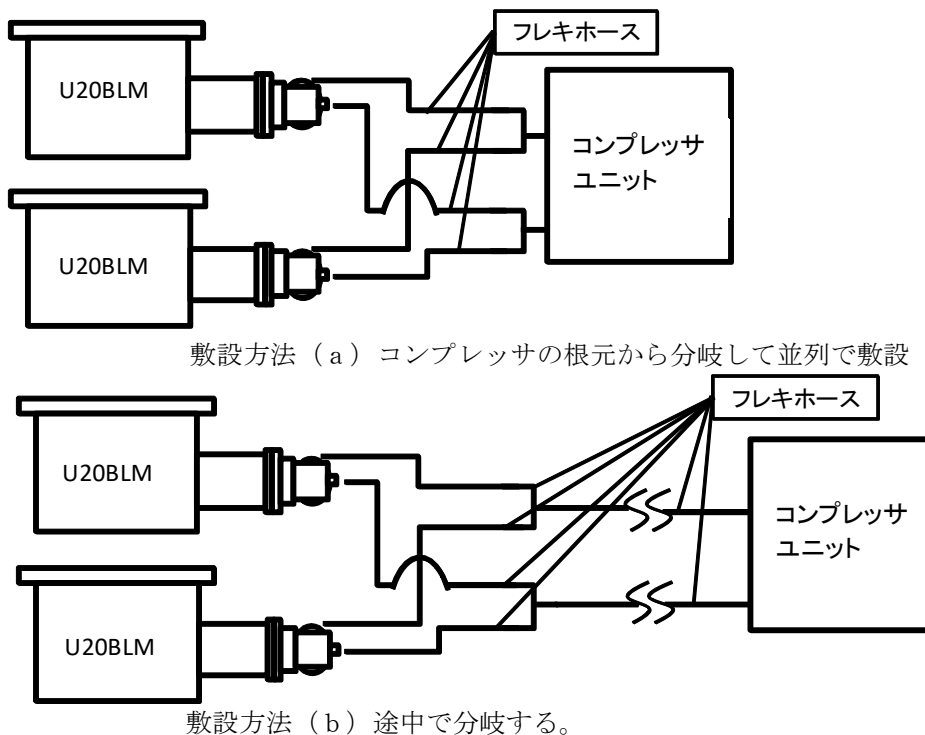

図 4-5 フレキホースの敷設方法
2. クライオポンプとコンプレッサユニットをフレキホースで接続します（図4-5参照）。